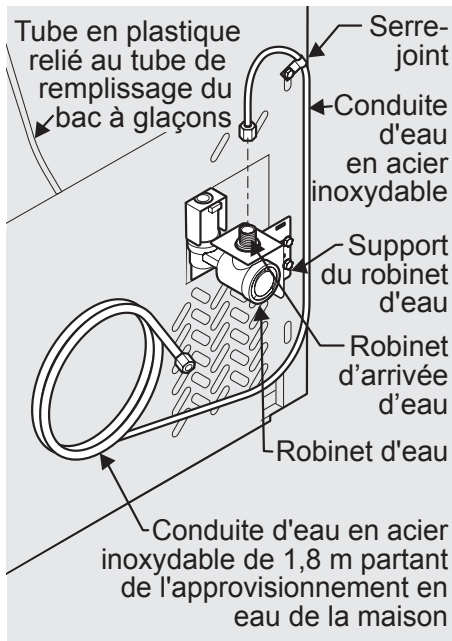

Figure 2
- L'écrou et la bague d'extrémité sont déjà assemblés sur le tube. Glissez l'écrou de compression sur le robinet d'entrée et serrez l'écrou de compression à la main sur le robinet. Serrez d'un autre demi-tour avec une clé; NE PAS serrer trop fort. Voir Figure 2.